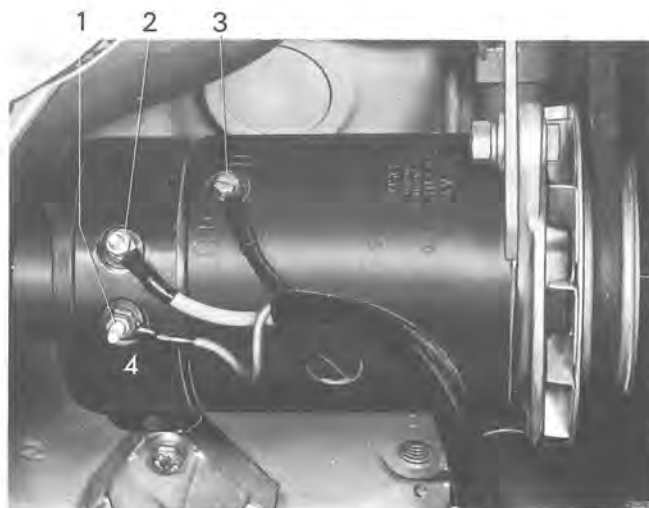

Bild 1 Generators anslutningar
1. Lossa batteriets plus-ledning och de tre ledningarna på generatoren. Se bild 1.
4. Torka eller borsta rent vid generatorns skyddsband. Se bild 1.